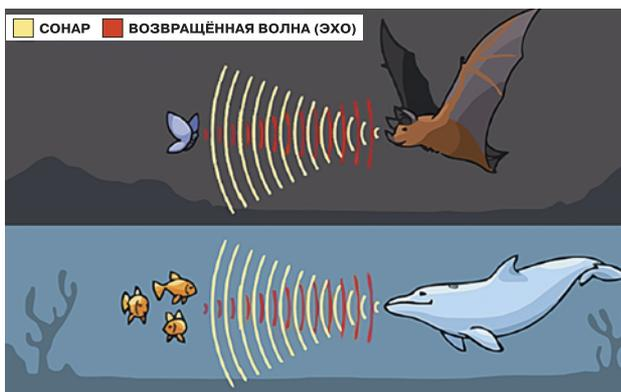

Рис. 1
**Эхолокация** у животных (рис. 1) — это процесс излучения и восприятия отражённых ультразвуковых (недоступных человеческому слуху) сигналов с целью обнаружения и получения информации о размерах добычи или препятствия. Животным, охотящимся под водой, острое зрение не требуется, а вот очень хороший слух просто необходим.